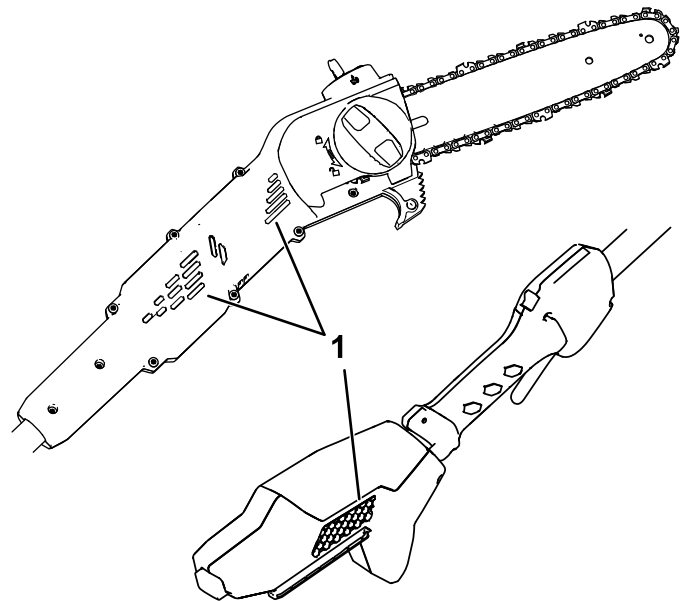

Figure 8
1. Assurez-vous que les événements sur l'élagueuse sont exempts de poussière et de débris (Figure 8).